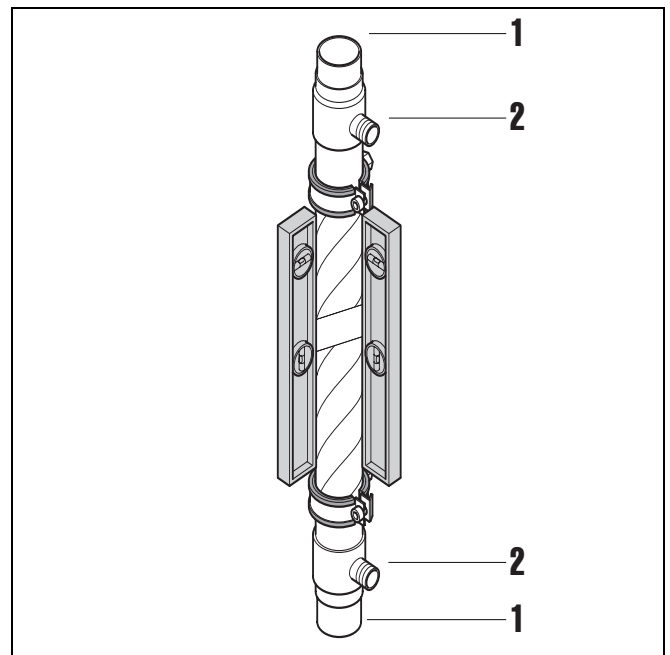

Fig. 3 Loodrecht monteren
- Monteer de Nefit Douche-WTW loodrecht. Maak hierbij gebruik van een waterpas. Dit is nodig voor een optimale werking (fig. 3).
- Zorg er bij het aansluiten van de Nefit Douche-WTW voor dat de aansluitingen voor vuil water (fig. 3, pos. 1) en drinkwater (pos. 2) niet onderling verwisseld worden.